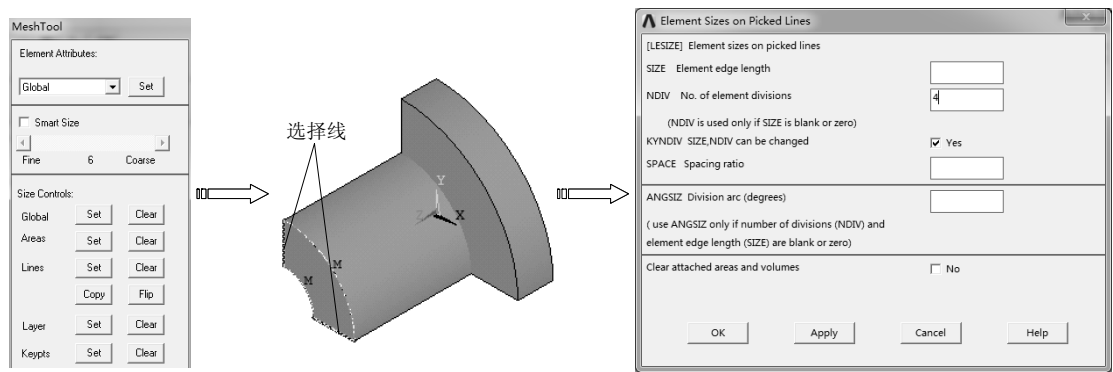

图 9-101 设置单元数量
2) 选择“Main Menu>Preprocessor>Meshing>Mesh Tool”命令，弹出“Mesh Tool”对话框，单击“Lines”后的“Set”按钮，弹出实体选取对话框，选择轴端两条径向线，单击“OK”按钮，弹出“Element Sizes on Picked Lines”对话框，在“No. of element divisions”文本框中输入 4，单击“OK”按钮完成单元数量设置，如图 9-101 所示。